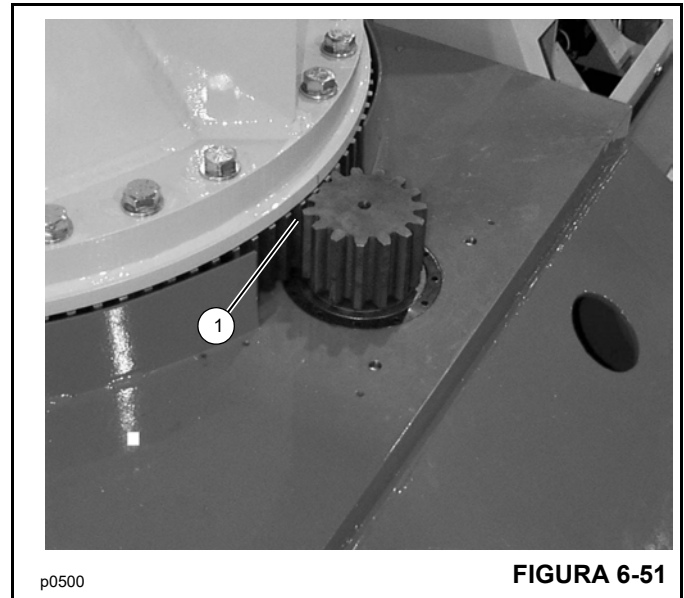

FIGURA 6-51
2. Arranque el motor y gire el mástil hasta que el punto alto de la corona de giro esté alineado con el piñón. El punto alto se encuentra marcado con punzón en el borde de la placa de base del mástil (Figura 6-51).
3. Revise con un calibrador de espesores el juego entre dientes entre la corona y el piñón (1, Figura 6-51). No debe haber espacio entre el diente de la corona de giro y el diente del piñón. Si existe algún espacio, ajuste el juego entre dientes. Vea el *Manual de servicio*.